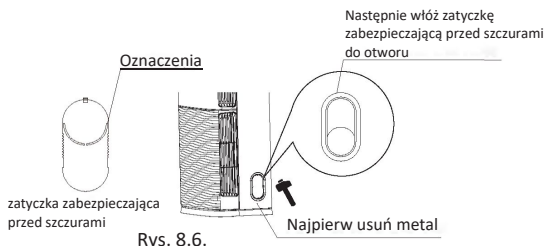

Rys. 8.5.
2. Włożyć śruby M8 do jednostki znajdującej się na podłodze (liczba użytych śrub zależy od liczby otworów w dolnej płycie urządzenia). (Patrz rys. 8.5)